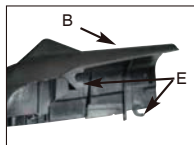
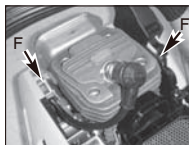

Fig. 15C
Fig. 15D
4. Instale el filtro de aire. Instale el motor / la cubierta del filtro de aire. Asegúrese de que el pestillo (E), el pestillo (F) y la cubierta encajen adecuadamente. Apriete la perilla de retención de la cubierta de manera segura. (Fig. 15C y Fig. 15D)